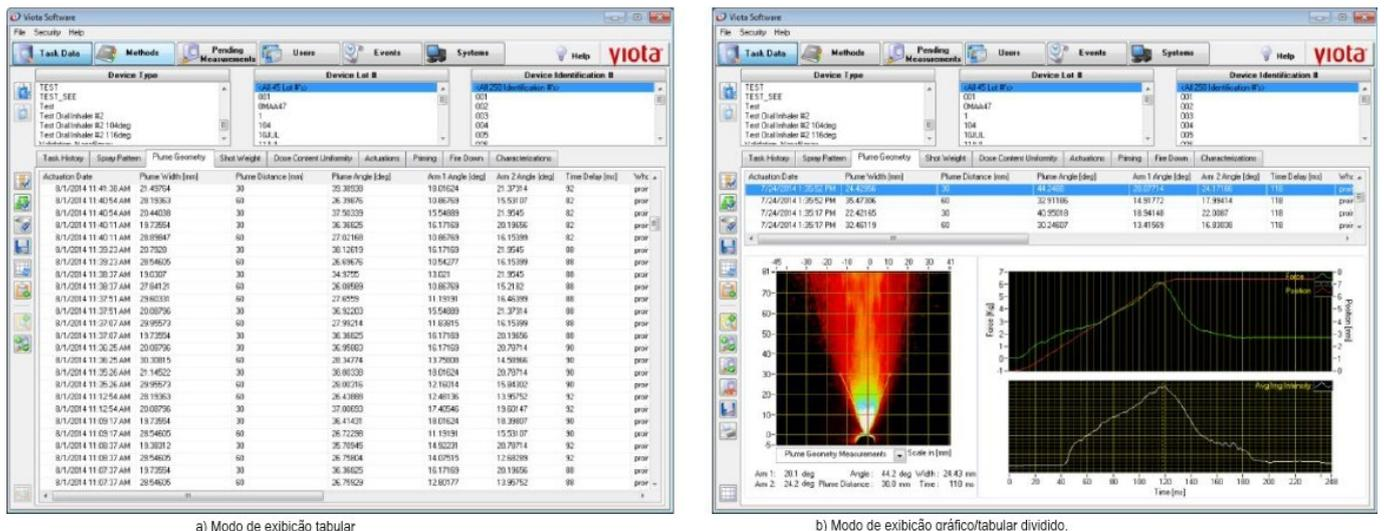

Figura 103. Guia de dados da tarefa de geometria Plume do software Viota.
a) Observe que a guia *Plume Geometry*, geometria da pluma, contém uma Tabela de todos os dados da tarefa de geometria da pluma (incluindo dados de geometria da pluma, velocidade frontal da pluma e dados de duração da pulverização) relacionados aos dispositivos selecionados usando os filtros de dispositivos de dados da tarefa, conforme Figura 103.
e) Aprove dados de tarefa de geometria de pluma, com as permissões apropriadas, aprove as medições da geometria da pluma quando no modo de exibição dividido gráfica/tabular e somente após as medições da geometria da pluma serem concluídas, conforme Figura 103 b.